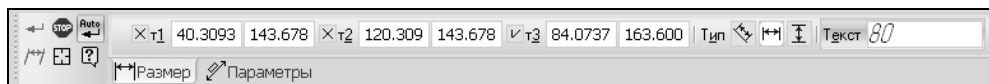

Рис. 1.86. Вкладка **Размер** панели свойств линейного размера
3. Затем укажите точку **t3**, определяющую положение размерной линии. На панели свойств отображаются координаты точек **t1**, **t2** и **t3** (рис. 1.86).